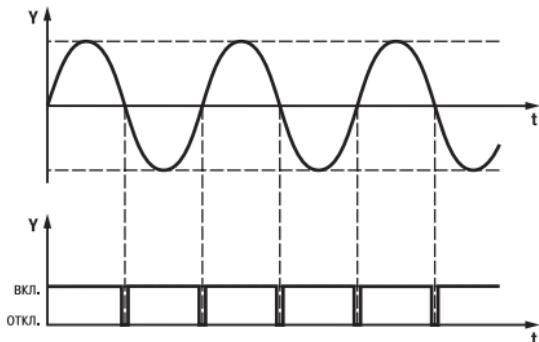

Рисунок 3.3
**3.1.1.1 Устройство контроля перехода через ноль** формирует импульс в начале каждого полупериода соответствующей фазы (рисунок 3.3). Эти импульсы синхронизируют работу устройства обработки сигналов.